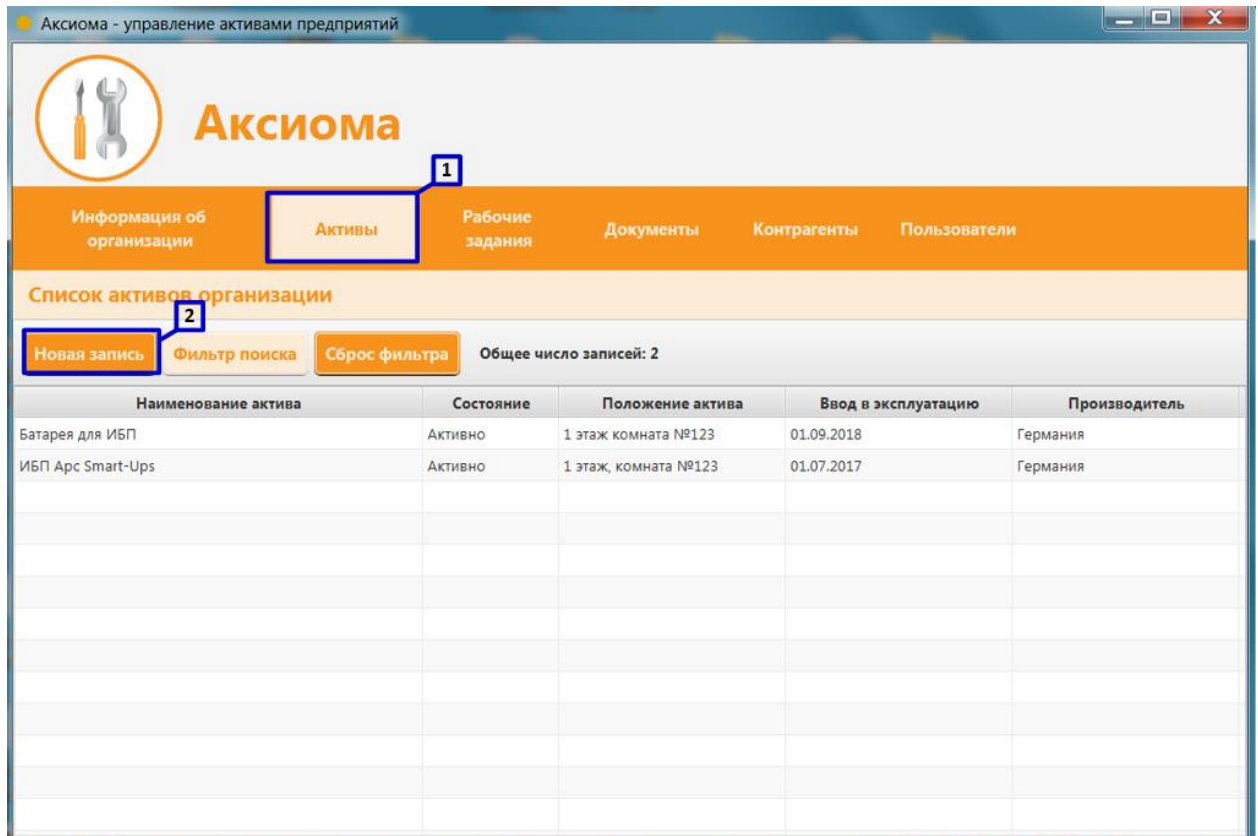

Рисунок 22. Создание нового актива в разделе «Активы»
Для создания нового актива необходимо в разделе «Активы» (Рисунок 22 пункт 1) выполнить следующие действия:
1. Нажмите клавишу «Новая запись» (Рисунок 22 пункт 2);